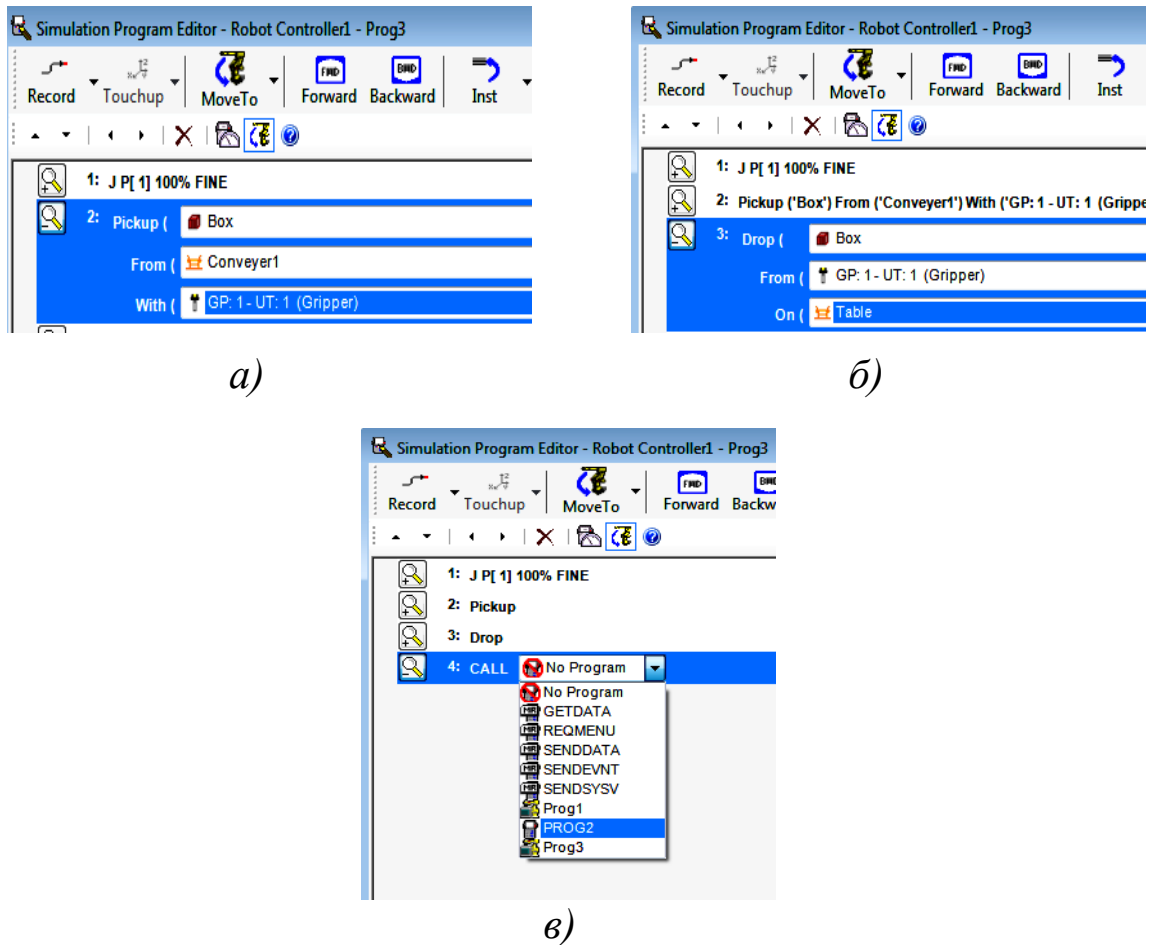

Рис. 6.16 Добавление подпрограмм «взятия», «оставления» и «рисования»
- «*Pickup*» – команда добавления подпрограммы взятия заготовки; после её исполнения заготовка исчезнет с выбранного фиксирующего устройства (*Fixtures*) (рис. 6.16, а);
- «*Drop*» – команда добавления подпрограммы перемещения заготовки; после её исполнения заготовка появится на выбранном фиксирующем устройстве (*Fixtures*) (рис. 6.16, б);
- «*Call ...*» – эта команда позволяет добавить существующую подпрограмму (например, подпрограмму «рисования» на поверхности заготовки роботом ПР2) в данную главную программу (рис. 6.16, в).